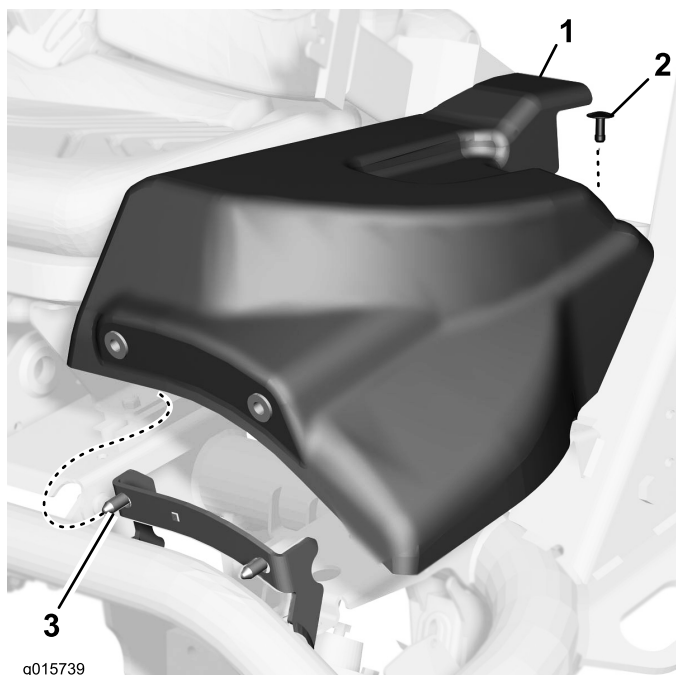

Figura 2
2. Retire el tornillo ranurado que sujeta la cubierta de la izquierda, luego deslice la cubierta hacia adelante para liberarla de las clavijas (Figura 2).